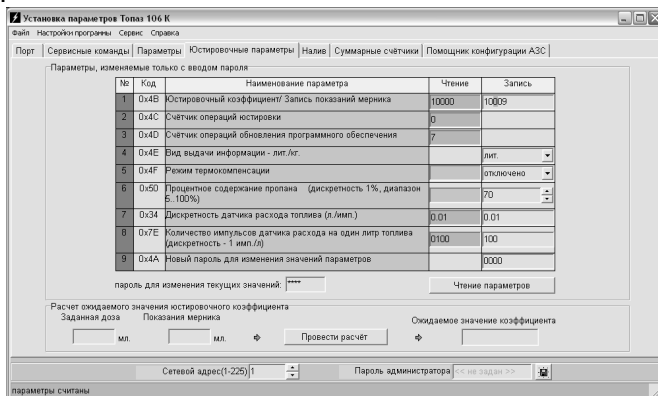

Рисунок 2
7.3 На вкладке "Юстировочные параметры" программы производится работа с юстировочными параметрами устройства (рисунок 2).